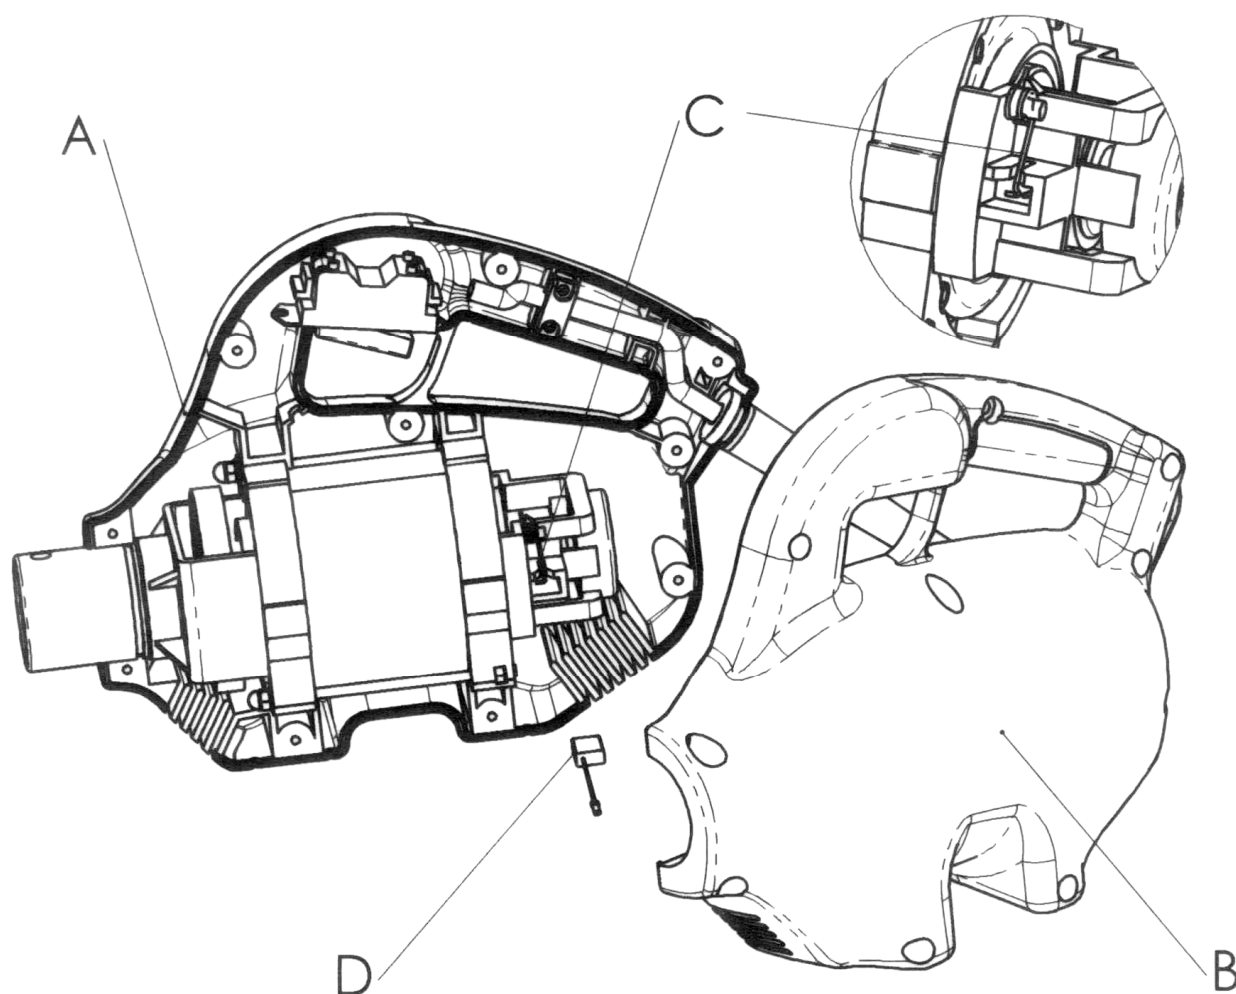

Fig.: 1.10-1
- **Motor Eléctrico:** Deberá comprobarse el estado de la clavija, cable eléctrico, interruptor y rodamientos. Las escobillas del motor es el único elemento sometido a desgaste, para comprobar su estado, deberá abrirse la carcasa **Pos. A** y **B** y a continuación levantar la patilla del muelle **Pos. C** y sacar la escobilla **Pos. D**, verificarla y si presenta mucho desgaste sustituirla. Se procederá de la misma forma para las dos. **(Véase Fig.: 1.10-1).**